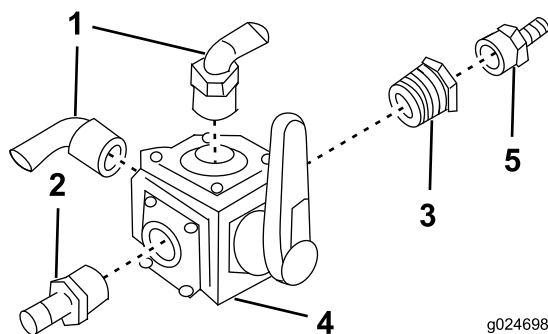

Figure 14
1. Assemblez la vanne à quatre voies (Figure 14).
Remarque: L'orientation des raccords cannelés est importante et doit correspondre à ce qui est indiqué à la Figure 14.